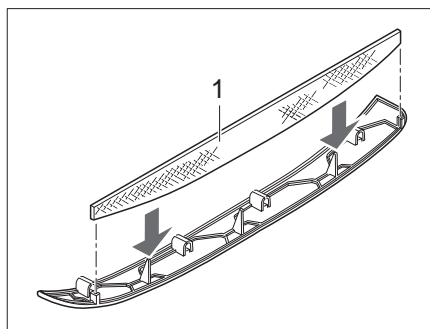
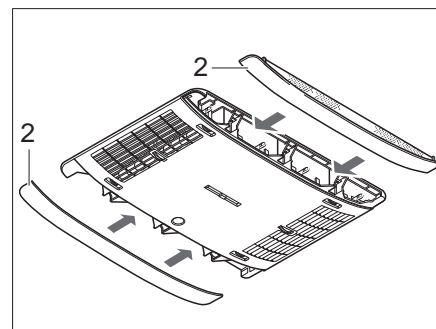

Bild 288 Flusenfilter Klimaanlage
Bild 289 Paneelen Klimaanlage
In den seitlichen Paneelen (Bild 289,2) befinden sich zwei Flusenfilter. Die Flusenfilter müssen in regelmäßigen Abständen, mindestens jedoch alle 6 Monate, gereinigt und bei Bedarf gewechselt werden.
- Paneele (Bild 289,2) vom Luftverteiler abziehen und Flusenfilter (Bild 288,1) reinigen oder bei Bedarf wechseln.